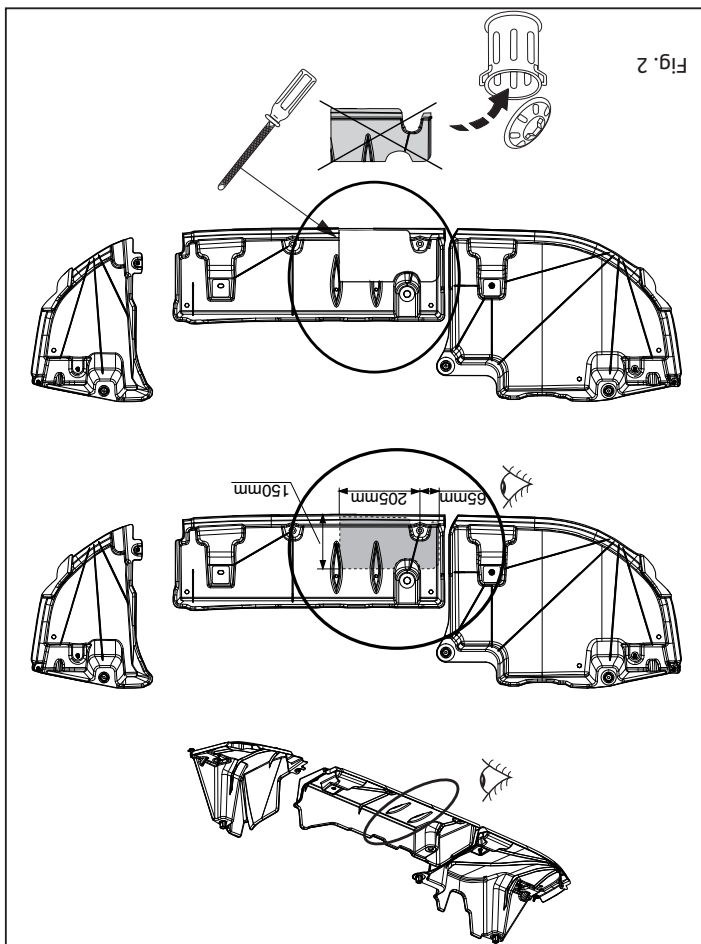

Fig. 2
9. Saw a portion out of the cover plate as shown in figure 2.
9. Gemäß Abb. 2 einen Teil aus der Abdeckplatte heraussägen.
9. Выпилить часть из закрывающей пластины, как указано на рис. 2.